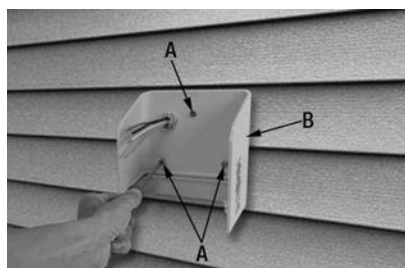

FIGURE 13
1. À l'aide des 3 vis fournies (A) Fig.13, fixez le boîtier d'entrée (B) au mur extérieur en plaçant 3 vis dans les 3 trous de montage. Ne serrez pas trop, au risque de déformer le boîtier.